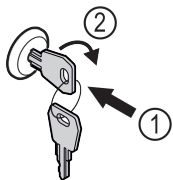

Fig. 161 Ilustrační zobrazení
- Klíč zasuněte dovnitř Fig. 161 (1).
- Otáčejte klíčem o 90° ve směru hodinových ručiček Fig. 161 (2).